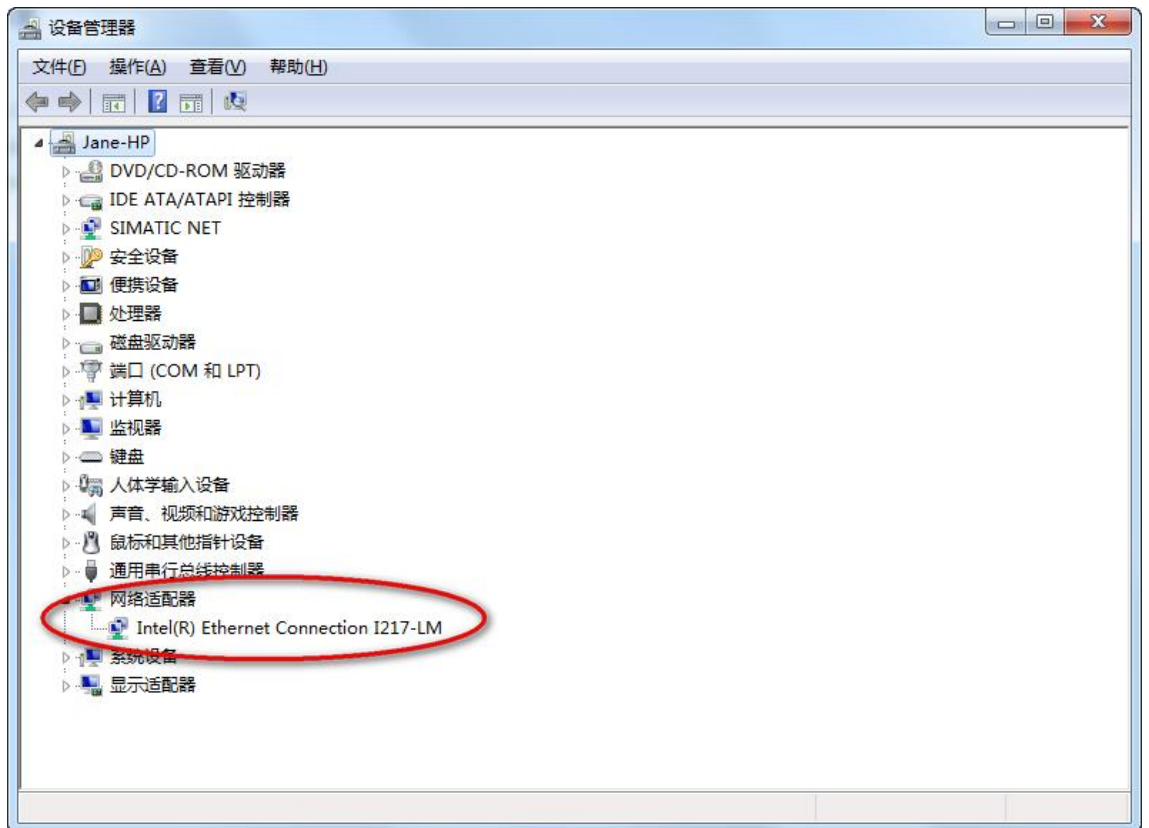

图 6
- 3) 展开“网络适配器”，找到 PC 机使用的网卡名称，本例中是“Intel(R) Ethernet Connection I217-LM”，如图 6。